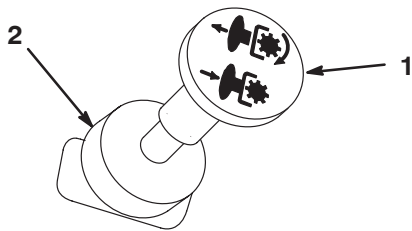

Figure 6
4. Placez la commande de prise de force (PDF) en position Désengagée (Fig. 6).
2. Désengagez la PDF (Fig. 6).